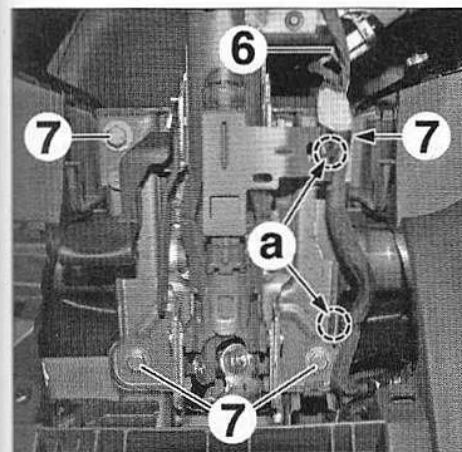

FIG.8
- Déposer l'écrou (3) puis écarter l'agrafe (4) pour déposer la vis (5).
- Débrancher le connecteur (6) du contacteur à clé (Fig.8).
- les vis (7),